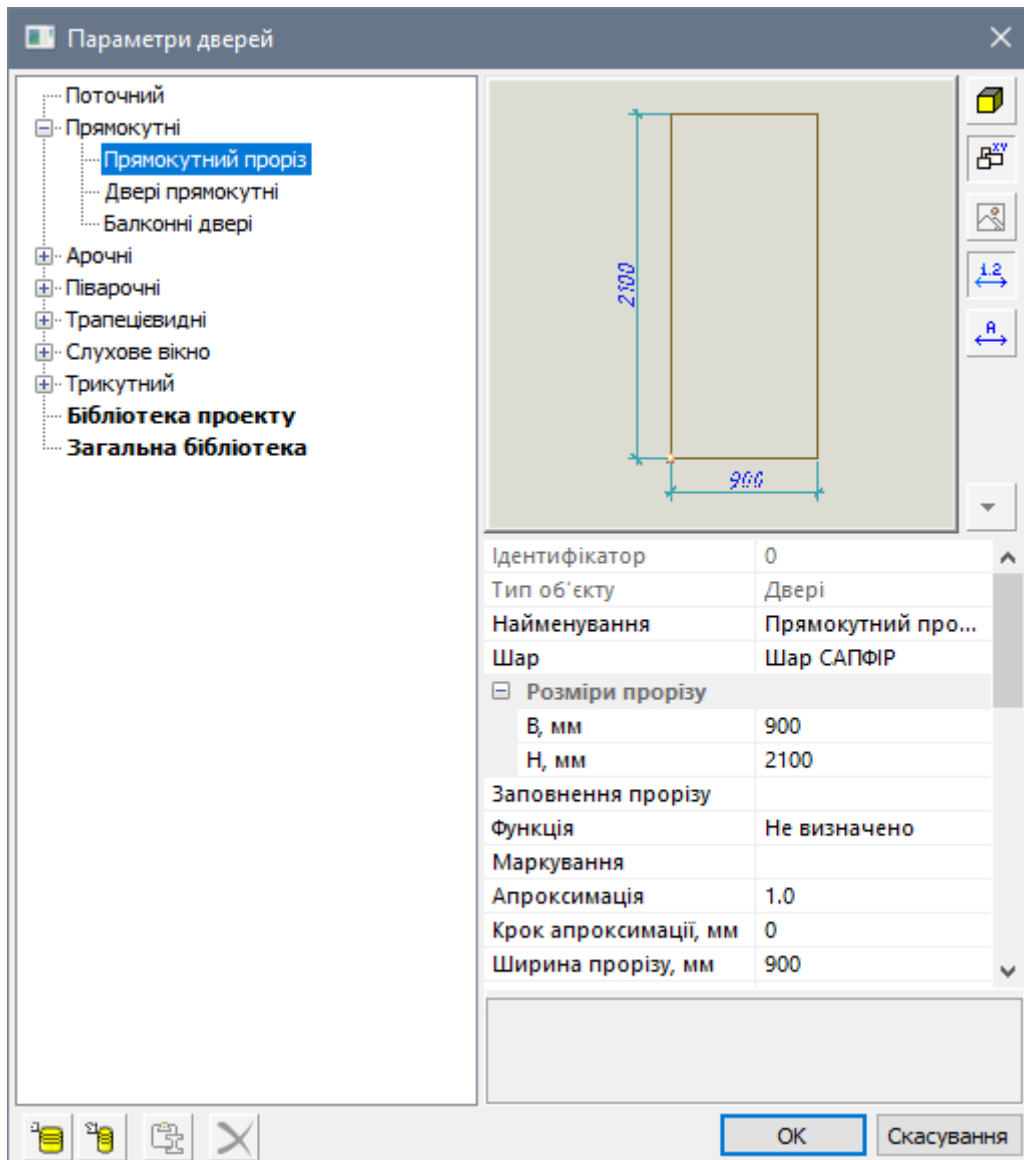

Рис. 23.9. Діалогове вікно Параметри дверей
- У рядку властивостей інструменту **Двері** натисканням по кнопці  **Параметри** викличте діалогове вікно **Параметри дверей** (рис. 23.9).